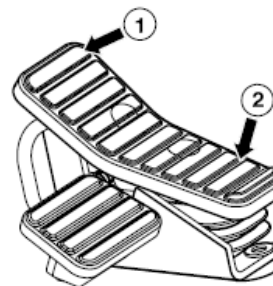

Figura 90
1. El extremo de presión (1, Figura 90) sirve para inclinar el accesorio delantero (alta presión de línea izquierda).
2. El extremo de presión (2, Figura 90) sirve para inclinar el accesorio delantero (alta presión de línea derecha).